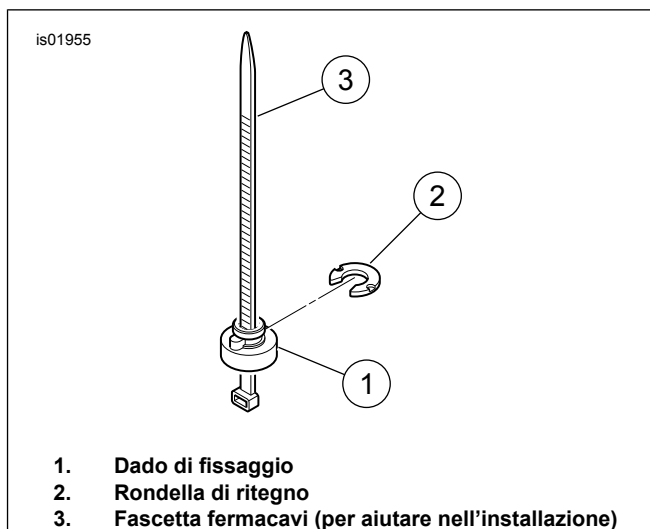

Figura 2. Installazione del dado di fissaggio
- a. Vedere Figura 2. Collocare il dado di fissaggio (1) sulla fascetta fermacavi (3) in modo che l'estremità larga del dado poggi sull'occhiello della fascetta.
- d. Con la nervatura del dado di fissaggio inserita nella tacca del foro nel parafango, far scorrere al suo posto la rondella di ritegno (2) dalla parte posteriore (questo blocca il dado di fissaggio in posizione). Rimuovere la fascetta fermacavi.